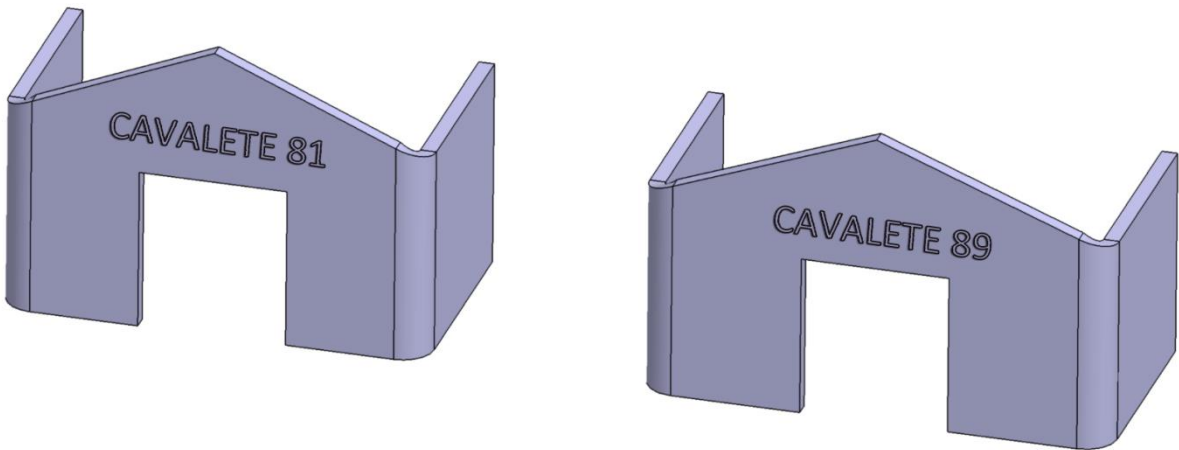

FIG 2B
- um cavalete de travamento 89, ver fig.2B
- um cavalete de travamento 81, ver fig.2B